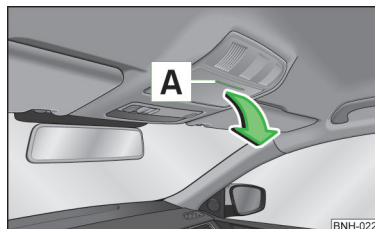

Abb. 69
- Auf den Deckel des Brillenfachs im Bereich **A** » Abb. 69 drücken.
» Abb. 69, bis er hörbar einrastet.